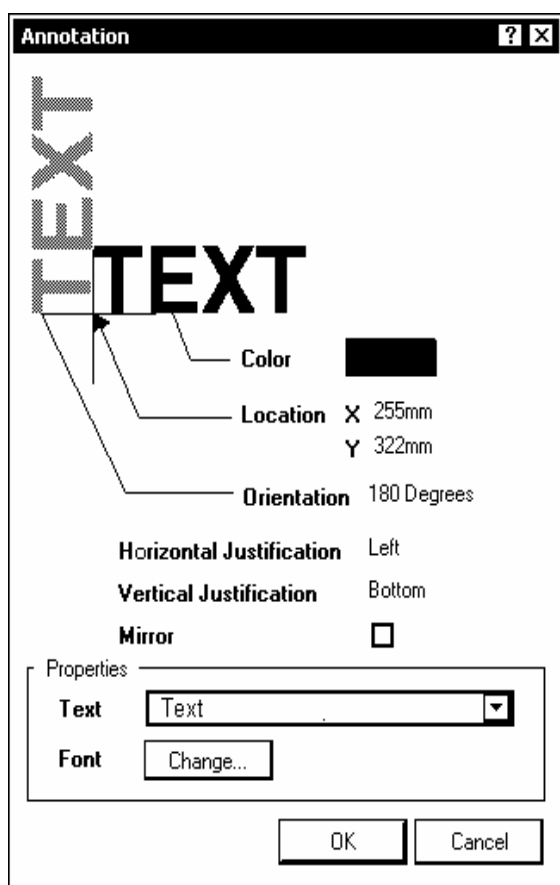

Рис. 4.2
После этого двойным щелчком левой клавиши мыши на каждом из шаблонов “Text” по очереди вызвать окно редактирования текстовой строки (рис. 4.2) и ввести на место слова “Text” соответствующий неизменяемый элемент основной надписи. В этом же окне может быть изменена ориентация записи, ее центровка (Horizontal Justification и Vertical Justification), установлено зеркальное изображение (Mirror), выбран цвет символов.
8. В дереве функций в левой половине диалогового окна Preferences выбрать ветвь Schematic>Graphical Editing, после чего в правой половине окна активизировать опцию Convert Special Strings (конвертировать специальные строки). Закрыть диалог настройки функций схемного редактора (OK).
9. Активизировать команду главного меню Place>>Text String и нажатием клавиши Tab вызвать диалоговое окно редактирования текстовой строки (см. рис. 4.2).